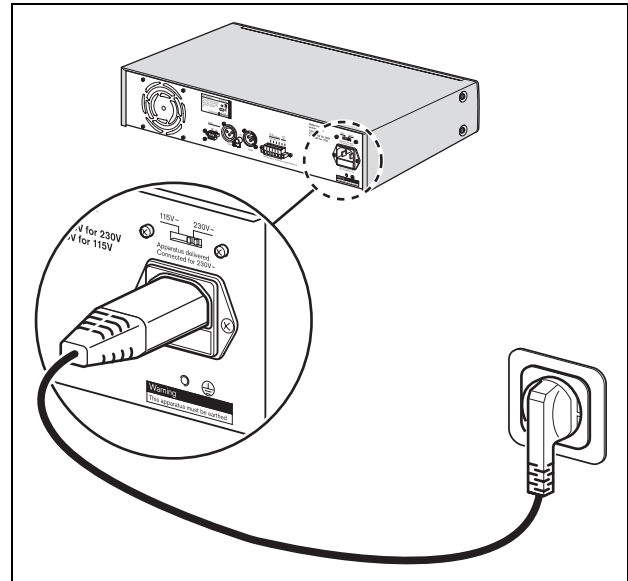

Abbildung 5.1: Spannungswähler
- 1 Sorgen Sie stets dafür, dass der Netzspannungswähler (115/230 VAC) korrekt entsprechend der Netzspannung vor Ort eingestellt ist (siehe Abbildung 5.1).
- 2 Schalten Sie die Einschalttaste (1) vorne am Gerät auf "ON" (AN) - hineingedrückte Stellung.